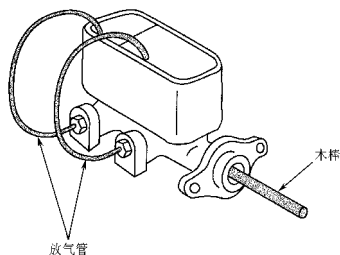

图 5-13 制动主缸的放气
37. 参见图 5-13 所示的装置。部件专家 A 说这种放气程序被称为主缸的工作台放气。部件专家 B 说这种放气程序是主缸的工作台放气, 而且这样做就不需要在主缸被安装在汽车上后再对整个制动系统进行放气。谁是正确的?